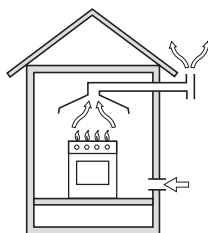

Рис. 1. Прямая вытяжка
- а) Помещение должно иметь вентиляционную систему, достаточную для удаления продуктов сгорания. Это может быть кухонная вытяжка или электрический вентилятор, которые включаются при работе (Рис. 1).